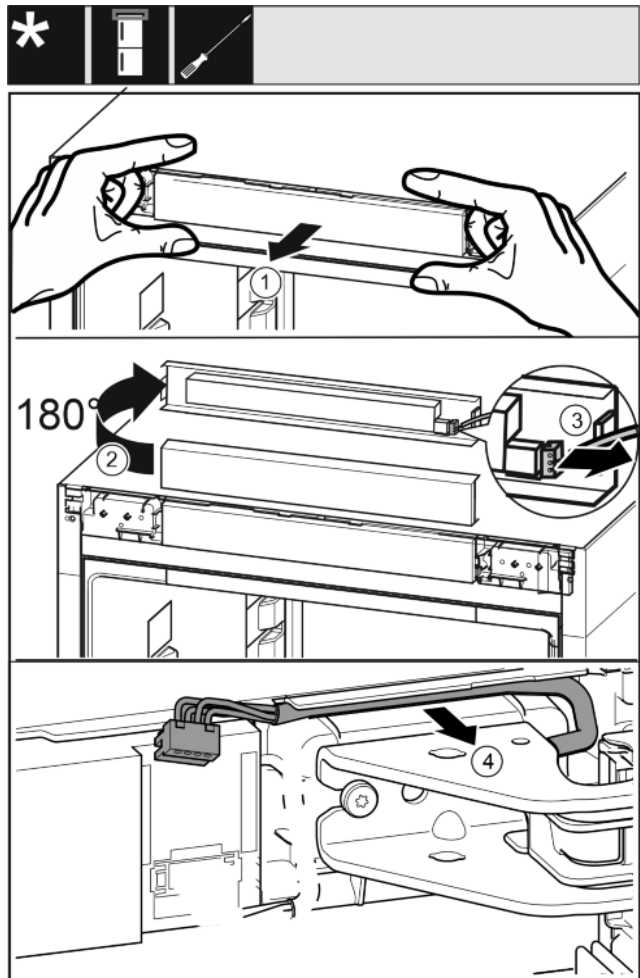

Fig. 15
- ▶ Bedienblende des Geräts vorsichtig nach vorne lösen. Fig. 15 (1)
- ▶ Bedienblende nach oben um 180° drehen. Fig. 15 (2)
- ▶ Die Rastnase nach hinten drücken und den Stecker vorsichtig herausziehen. Fig. 15 (3)
- ▶ Kabel über Lagerbock vorsichtig aus der Führung lösen. Fig. 15 (4)